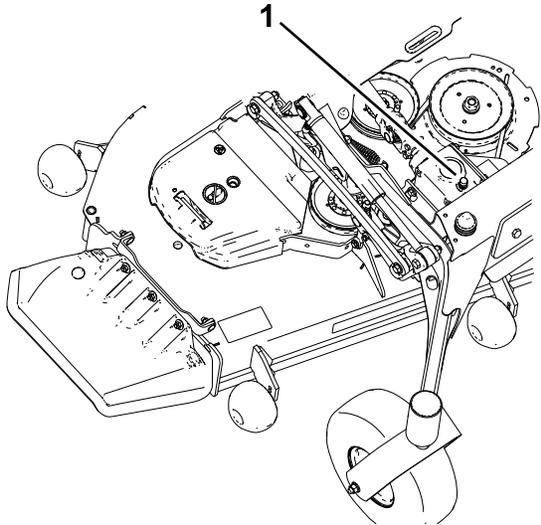

Рисунок 54
5. Извлеките щуп/снимите пробку заливной горловины в верхней части редуктора (Рисунок 54) и убедитесь, что уровень масла находится между отметками на щупе.